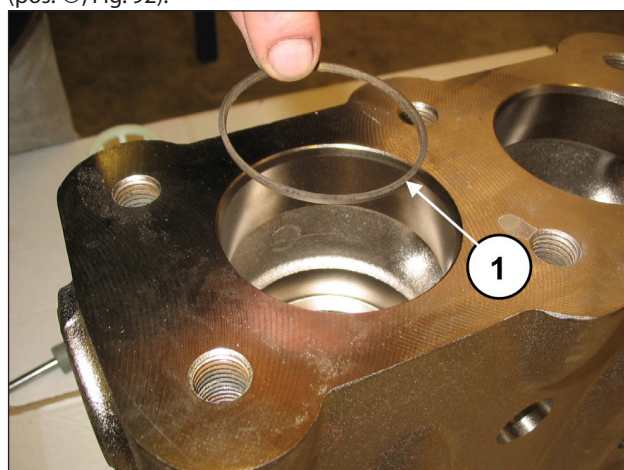

Fig. 92
Introducir la anilla anti extrusión, pos. dibujo desglosado 4 (pos. ①, Fig. 92).